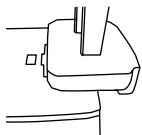

Рис. 2 Сборка блока питания
5) Зарядная база: Сначала подключите штекер адаптера питания к адаптеру питания, как показано на рис. 2. Затем подключите адаптер питания к зарядной базе, как показано на рис. 3, и подключите адаптер питания к стандартной розетке. Правильно установите пистолет на зарядную базу, как показано на рис. 4, чтобы разъем блока питания был надежно подключен к входному разъему зарядной базы. Если пистолет правильно подключен к зарядной базе, светодиодный индикатор зарядки на базе будет гореть постоянно. Если индикатор мигает или не горит, внимательно проверьте все кабели.